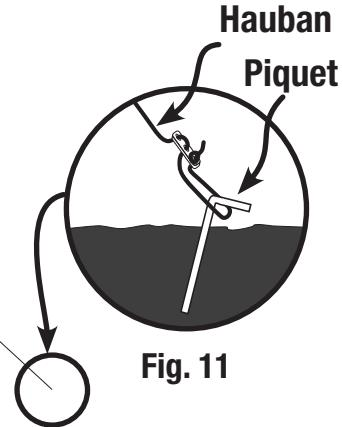

Fig. 11
- Attach and stake out guylines. (Fig. 11)
- Remove guylines and stakes. (Fig. 11 and Fig. 10)
- Enlevez les haubans et les piquets. (Fig. 11 et Fig. 10)